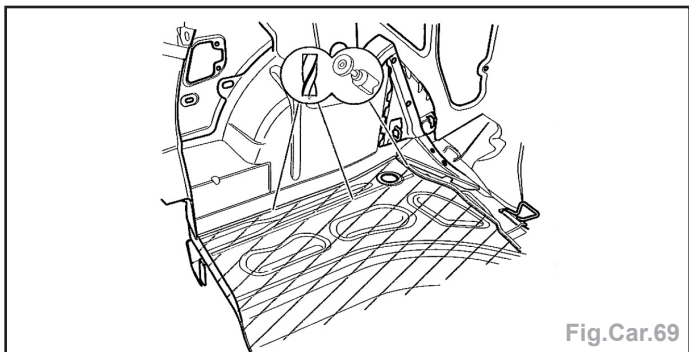

Fig.Car.69
- Fraiser et meuler les points de soudure électriques (Fig.Car.69).